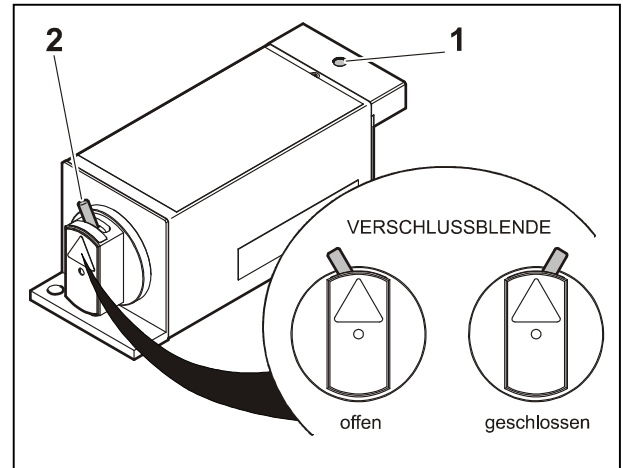
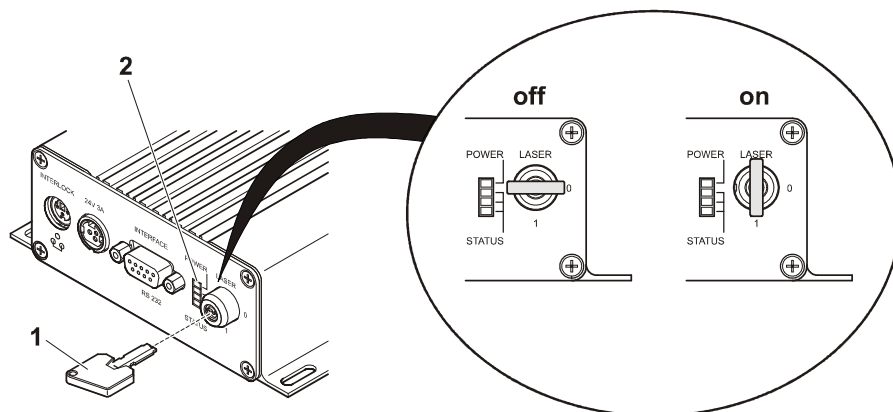
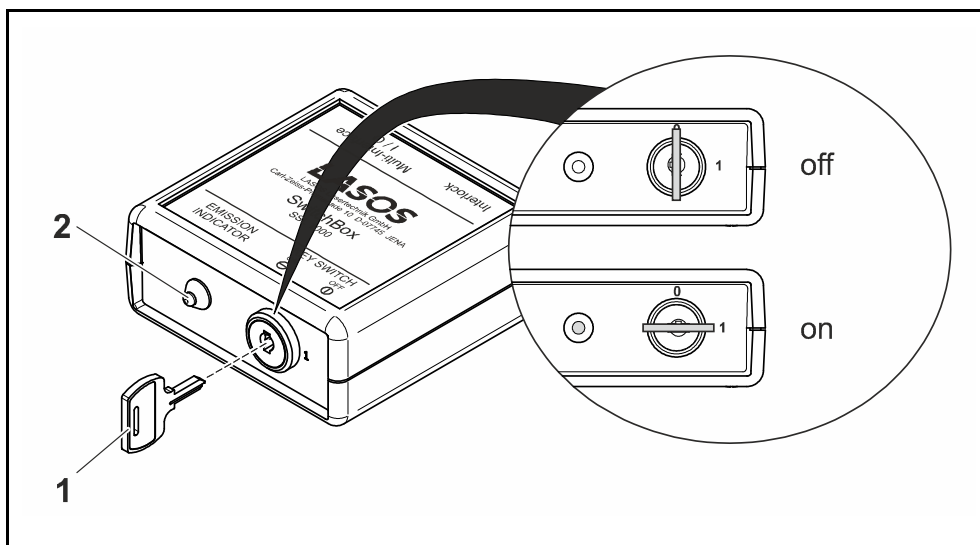
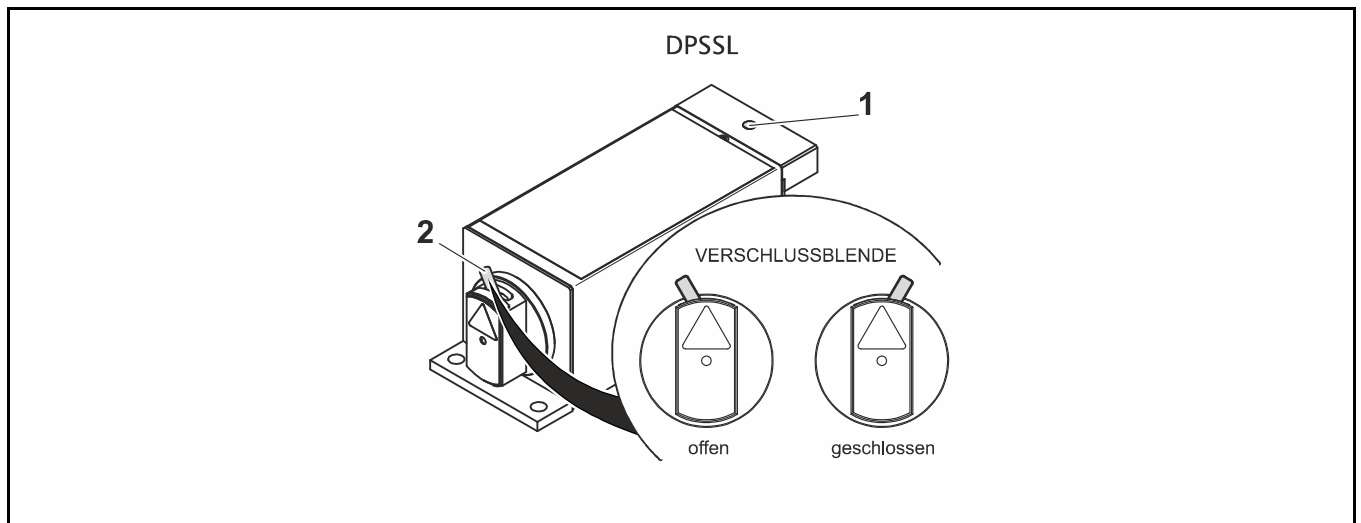

Abb. 18 Emissionskontrollleuchte und Verschlussblende
Abb. 19 Steuergerät einschalten
Abb. 20 Schlüsselschalter
Abb. 21 Emissionskontrollleuchte und Verschlussblende
Mit dem Schlüsselschalter (Abb. 19/1) wird der Laser ein- (Abb. 19/**on**) bzw. ausgeschaltet (Abb. 19/**off**).
Die Emissionsanzeige (Abb. 19/2) signalisiert wenn gefährliche Laserstrahlung austreten kann.
Das Lasersystem (Lasermodule und Steuergerät) wird durch Anlegen der Versorgungsspannung an das angeschlossene Steuergerät eingeschaltet. Die rote Emissionskontrollleuchte am Steuergerät (Abb. 19/2) leuchtet auf.
Falls verwendet, muss zuvor eine autorisierte Person den Schlüssel (Abb. 19/1) in den Schlüsselschalter einstecken.
- Falls vorhanden, schalten Sie das Steuergerät über den Schlüsselschalter (Abb. 19/1) in die Position **on**.
Die rote Emissionskontrollleuchte am Lasermodule (Abb. 18/1) leuchtet auf.
- Öffnen Sie den Laserstrahlengang über die Verschlussblende (wenn vorhanden) am Lasermodule (Abb. 18/2). Öffnen Sie den Strahlengang nur unter sicheren Arbeitsbedingungen!
Nach Anlegen der Versorgungsspannung und Einschalten des Steuergerätes mittels Schlüsselschalter (wenn vorhanden) kann am angeschlossenen Laser sofort Laserstrahlung emittiert werden. Dieser Zustand wird durch je eine rote Emissionskontrollleuchte an der Oberseite des Lasermoduls (Abb. 18/1) und der Frontseite des Steuergeräts (Abb. 19/2) signalisiert.
Das Lasersystem wird durch Anlegen der Versorgungsspannung an das angeschlossene Netzteil eingeschaltet. Die gelbe Emissionskontrollleuchte an der SwitchBox (Abb. 20/2) leuchtet auf.
- Falls vorhanden, schalten Sie die SwitchBox über den Schlüsselschalter (Abb. 20/1) in die Position **on**.
Die rote Emissionskontrollleuchte am Laser (Abb. 18/1)leuchtet auf.
Mit dem Schlüsselschalter (Abb. 20/1) wird der Laser ein- (Abb. 20/on) bzw. ausgeschaltet (Abb. 20/off).
Die Emissionsanzeige (Abb. 20/2) signalisiert wenn gefährliche Laserstrahlung austreten kann.
- Öffnen Sie den Laserstrahlengang über die Verschlussblende (wenn vorhanden) am Lasermodul (Abb. 21/2). Öffnen Sie den Strahlengang nur unter sicheren Arbeitsbedingungen!
Nach Anlegen der Versorgungsspannung und Einschalten der SwitchBox bzw. des Steuergerätes mittels Schlüsselschalter (wenn vorhanden) kann am angeschlossenen Laser sofort Laserstrahlung emittiert werden. Dieser Zustand wird durch eine rote Emissionskontrollleuchte an der Oberseite des Lasers (Abb. 18/1) und eine gelbe Emissionskontrollleuchte an der Frontseite der SwitchBox (Abb. 20/2) signalisiert.
- Schließen Sie den Laserstrahlengang über die Verschlussblende (falls vorhanden) am Lasermodul (Abb. 21/**geschlossen**).
- Falls verwendet, drehen Sie den Schlüssel der angeschlossenen SwitchBox (wenn vorhanden) bzw. Steuergerät CKL 24xy z (wenn vorhanden) in die Position **off** (Abb. 19/**off**, Abb. 20/**off**).
Der Laser wird abgeschaltet. Die rote Emissionskontrollleuchte am Laser (Abb. 21/1) und die gelbe Emissionskontrollleuchte an der Switchbox (wenn vorhanden) (Abb. 20/2) erlöschen.
Der Schlüsselschalter lässt sich nur in der Position „0“ entfernen. (Abb. 20/**off**)
Der Schlüssel (Abb. 20/1) muss von einer autorisierten Person verwahrt werden.
Falls vorhanden, muss zur Sicherheit eine autorisierte Person den Schlüssel (Abb. 19/1, Abb. 20/1) vom Gerät entfernen und an einem sicheren Ort aufbewahren.
- Um Verunreinigungen zu vermeiden, schließen Sie vor Transport oder Lagerung die Verschlussblende (wenn vorhanden) an der Laseraustrittsöffnung (Abb. 21/**geschlossen**).